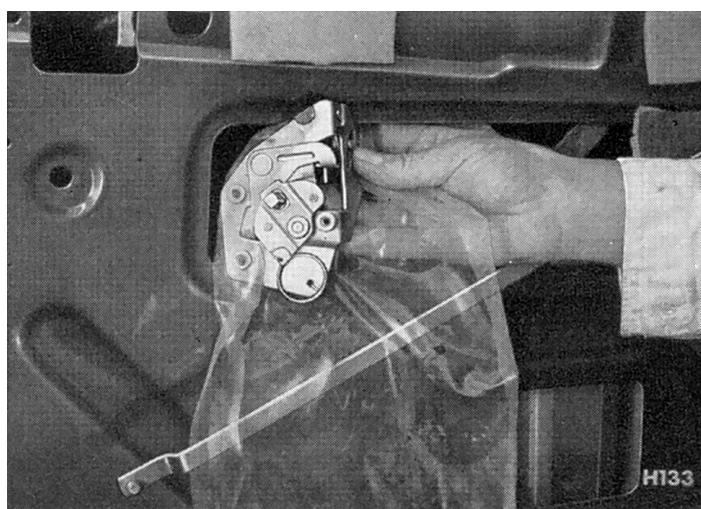

Fig. 69. Pose/dépose d'une serrure dernier modèle
2. **Repose** : Procéder dans l'ordre inverse de démontage, en prenant soin de positionner l'écran correctement comme indiqué Fig. 69.